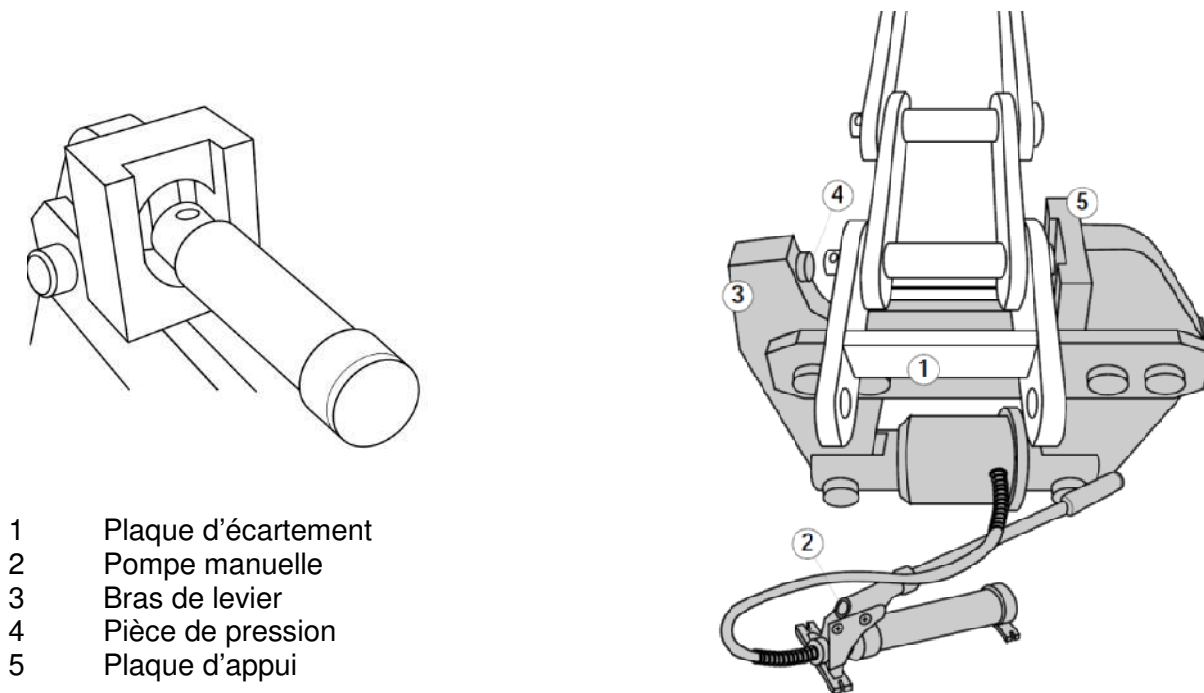

Figure 4 Utilisation du Linkmaster durant l'insertion
1. Enfiler l'axe du maillon de chaîne à raccorder le plus loin possible dans le maillon externe. Durant cette procédure, faire attention à la position correcte de l'orifice de la goupille fendue (Fig. 4). Une pellicule d'huile sur l'axe et dans le trou de la plaque facilite l'installation.